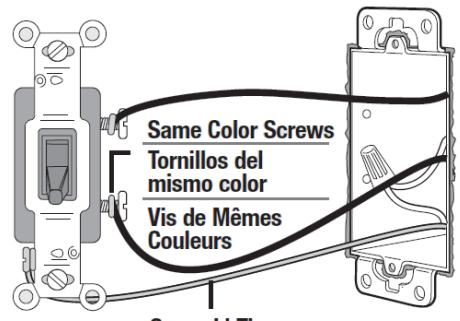
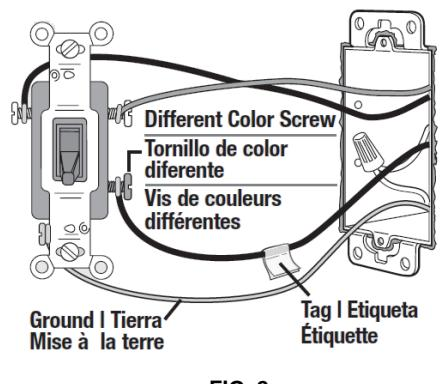

FIG. 1
FIG. 2
- Identify switch type. Single pole will have insulated wires connected to two screws of the same color plus a green ground screw (FIG 1); 3-way switch will have insulated wires connected to three screws plus a green ground screw. One of these wires is connected to a screw of a different color (not green) or labeled COMMON. Tag this wire to identify when removing (FIG 2).
- Identifier le type d'interrupteur. Dans le cas d'un appareil unipolaire, les fils isolés sont connectés à deux vis de la même couleur et à une vis de mise à la terre verte (FIG. 1); pour un interrupteur à 3 voies, les fils isolés sont connectés à trois vis et à une vis de mise à la terre verte. Un de ces fils se raccorde à une vis d'une couleur différente (pas verte) identifiée COMMUN. Lors du retrait de ce fil, l'étiqueter pour bien l'identifier (FIG. 2).
- Identificar el tipo de interruptor. Un polo tendrá cables aislados conectados a dos tornillos del mismo color, más un tornillo de tierra verde (FIG 1); El interruptor de 3 vías tendrá cables aislados conectados a tres tornillos más un tornillo de tierra verde. Uno de estos cables está conectado a un tornillo de un color diferente (no verde) o etiquetado como COMÚN. Etiquetar este cable para identificarlo al retirarlo (FIG 2).